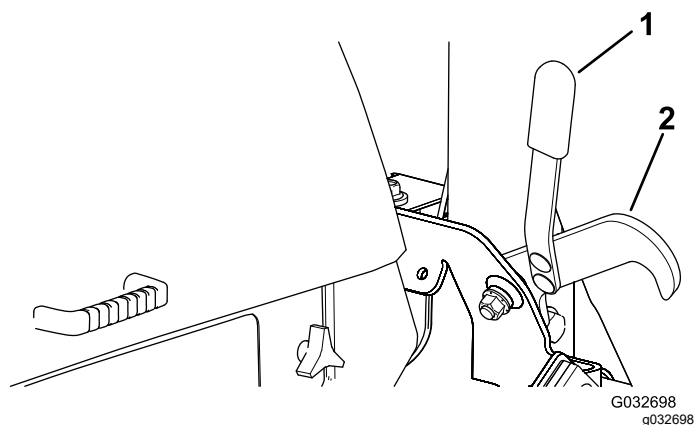

Рисунок 31
2. Находясь на сиденье оператора, поверните ключ зажигания в положение RUN (РАБОТА) (Рисунок 31).